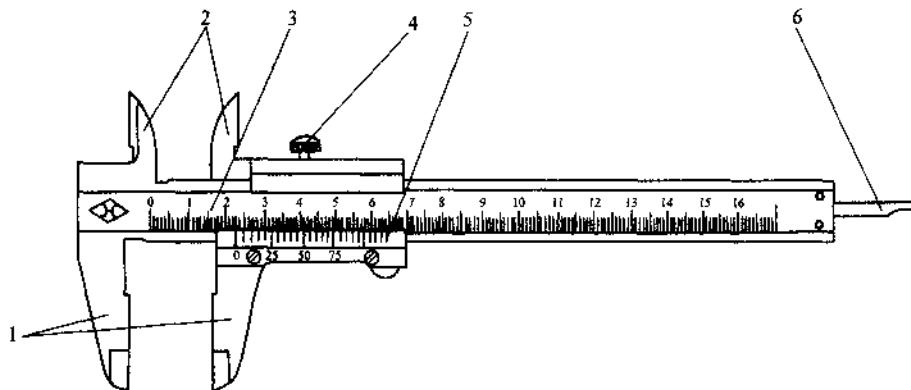

图1—7 三用游标卡尺
(1) 游标卡尺的结构 图1—7所示为三用游标卡尺，它由尺身、游标、内量爪、外量爪、深度尺和紧固螺钉等部分组成。